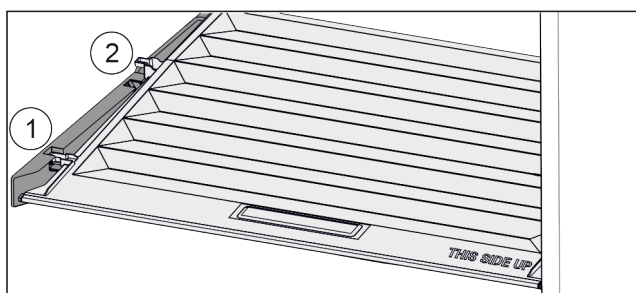

Fig. 84
- ▶ Deslice la tapa hacia delante hasta la abertura de las piezas de sujeción Fig. 84 (1).
- ▶ Levántela por detrás desde abajo y retírela tirando hacia arriba Fig. 84 (2).